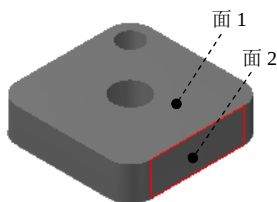

图 7.3.15 定义倒圆角面
Step3. 定义倒圆角面。在绘图区选取图 7.3.15 所示的面 1 为第一面组，在“标准选择”工具栏中单击 按钮完成倒圆角第一面组的定义，在绘图区选取图 7.3.15 所示的面 2 为第二面组，在“标准选择”工具栏中单击 按钮完成倒圆角第二面组的定义，同时系统弹出图 7.3.16 所示的“实体的面与面倒圆角参数”对话框。